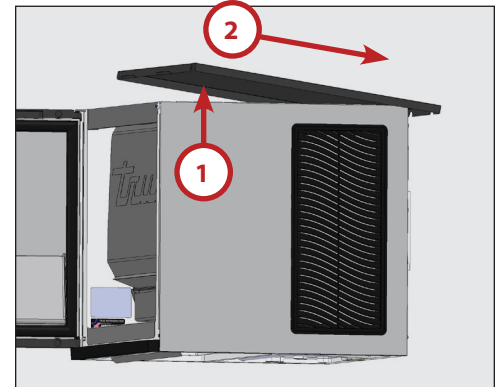

Fig. 4 Sollevare il bordo frontale, far scorrere indietro il pannello frontale, quindi sollevare il pannello.
2. Sollevare con cautela la parte frontale del pannello superiore. Quindi, far scorrere il pannello superiore verso la parte posteriore della macchina del ghiaccio. Si veda la Fig. 4